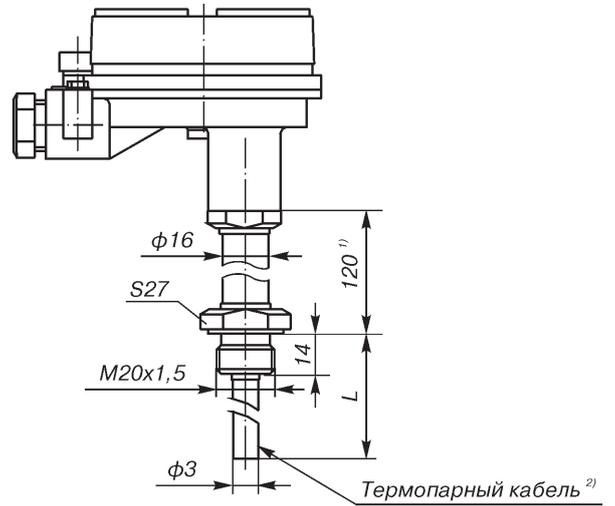

Рис.17 (ост.см.рис.16)
- 17¹⁾ по рис.17 (только Метран-281, Exia)